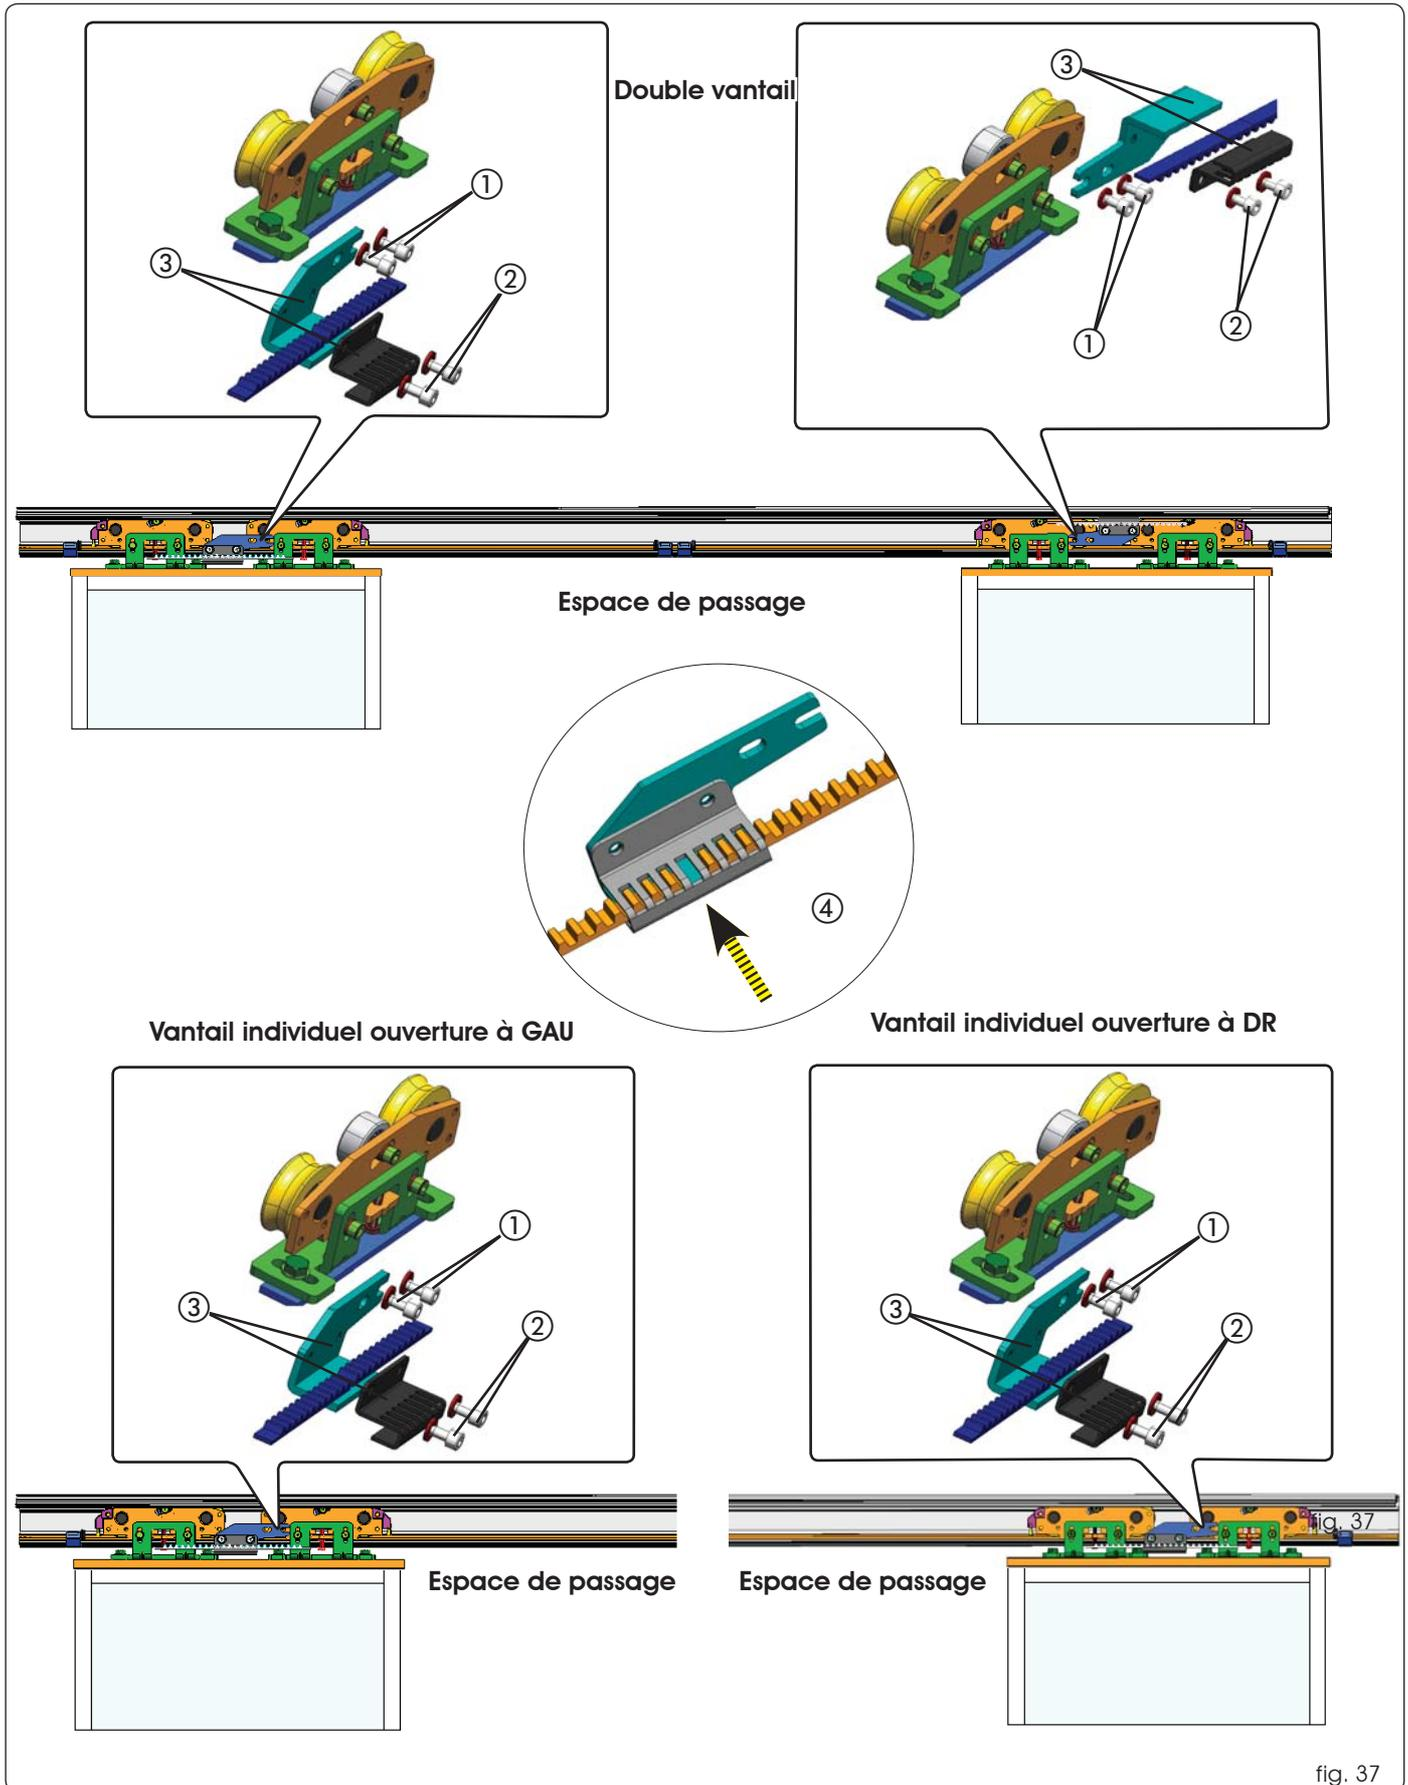

fig. 37
fixée aux chariots avec les pattes d'attache de fixation (fig. 37 réf. ③)
Important : La rainure centrale de la fixation de la courroie doit rester vide Fig. 37 réf. ④
- Agir sur les deux paires de vis (fig. 37 réf. ① et ②) de chaque chariot pour obtenir le réglage souhaité.
- Bloquer les vis (fig.37 réf. ① et ②).